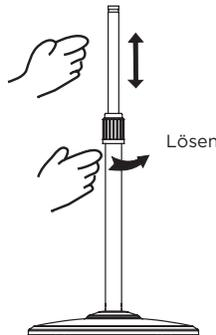

Abb. 3
- 3 Lösen Sie an der Teleskopstange den Höhenverstellring und positionieren Sie die Innenstange auf der gewünschten Höhe (Hinweis: Falls die Innenstange unauffindbar ist, lässt sie sich in der Teleskopstange versenken. Sie können sie aus der Verlängerungsstange herausziehen). (Abb. 3)